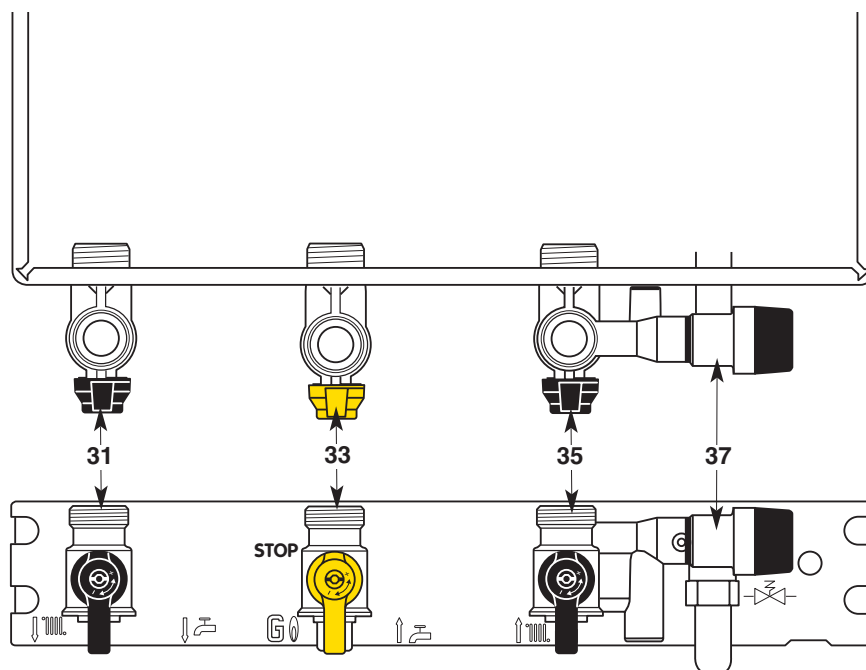

Fig. 21 - Vues de dessus et de face
Barrette robinetterie (fig. 21)
3. Ouvrez l'arrivée du gaz, robinet gaz **33** (fig. 21), sur la position «  ».
- Coupez l'arrivée du gaz en tournant le robinet **33** (fig. 21), sur la position «STOP»